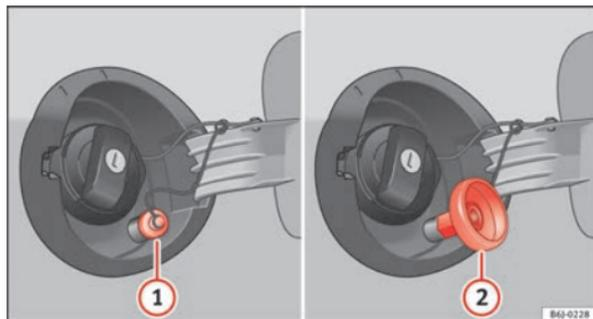

Fig. 131 Tampa do depósito aberta com bocal de enchimento de GPL e adaptador.
- Desaperte a tampa do bocal de enchimento de gás ⇒ Fig. 131 (1).
- Aperte o adaptador necessário ⇒ Fig. 131 (2) ao bocal de enchimento de gás (1).
- Desenrosque o adaptador ⇒ Fig. 131 (2).
- Aperte a tampa no bocal de enchimento de gás ⇒ Fig. 131 (1).